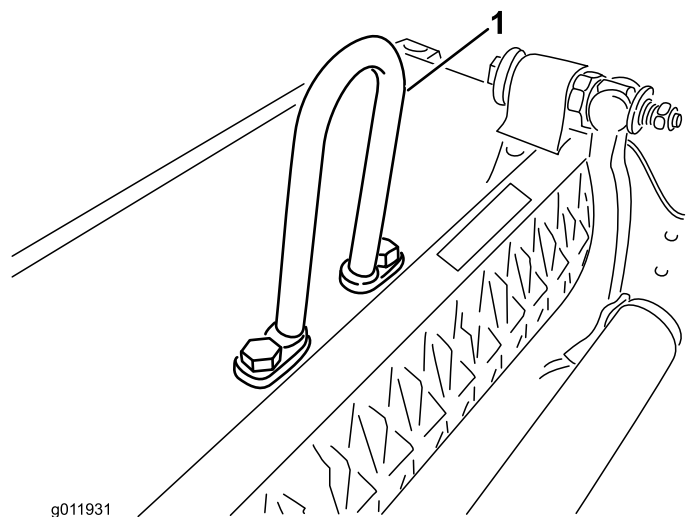

Рисунок 5
- **Дугообразная серьга** (№ по кат. 105-5740), показанная на Рисунок 5, требуется для установки на тяговые блоки Greensmaster 3000, 3000-D, 3050, 3100, 3150 и 3150-Q (она поставляется с выше перечисленными тяговыми блоками Greensmaster).